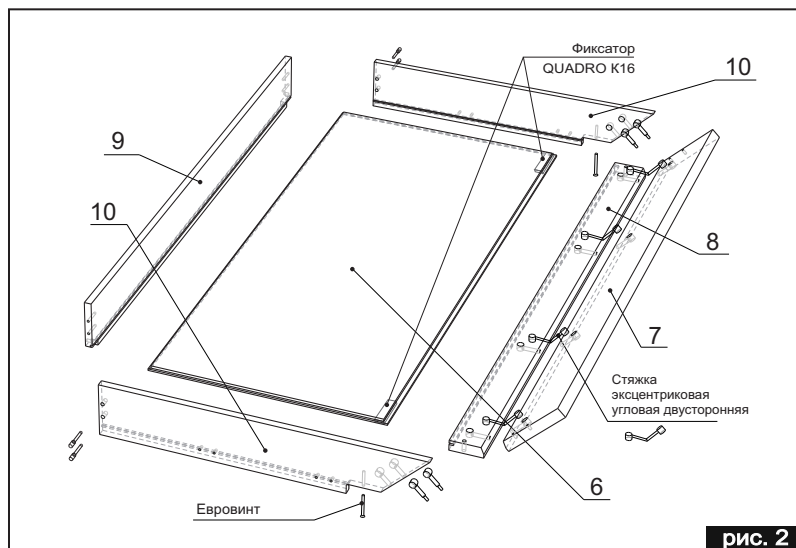
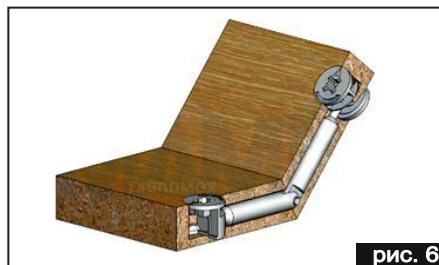

рис. 2
рис. 6
СБОРКА ЯЩИКА (рис.2)
- Фасад ящика (7) стянуть с нижней панелью ящика (8) с помощью стяжек эксцентриковых угловых двусторонних K10 (рис.2, рис.6). Закрепить боковые панели ящиков (10) на фасад (7) при помощи эксцентриковых стяжек K1 и вернуть евровинты K11 в нижнюю панель ящика (8).
- Вставить дно ящика (6) в пазы боковых деталей ящика (10) и нижней панели ящика (8). Установить заднюю панель ящика (9) между боковых панелей (10), завернуть евровинты K11.
- Перевернуть собранный ящик вверх дном. Прикрутить ролики K26 к нижней панели ящика (8) шурупами K17, к торцу нижней панели ящика (8) шурупами K17 прикрутить фиксаторы Quadro K16. (рис. 2а)
рис. 2а